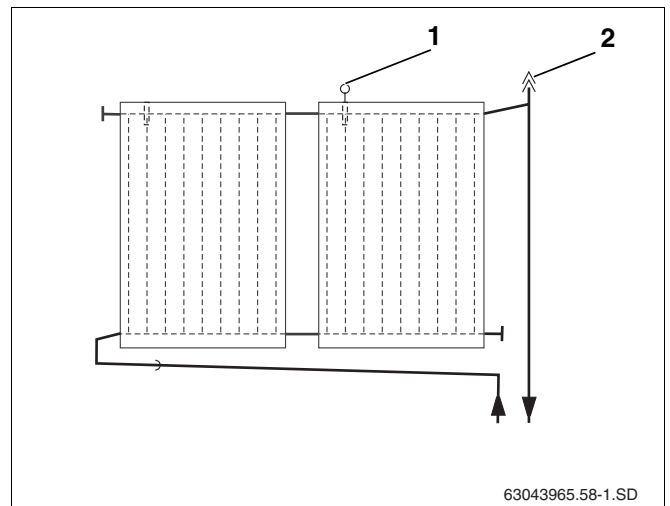

Fig. 58 Imagem câmara de ar com dispositivo de purga para ligação de impulsão
Quando pretender purgar a instalação solar com o dispositivo de purga automática (acessório) na parte mais alta da instalação, deve instalar a tubagem de impulsão com uma inclinação em relação à purga (fig. 58, **item 2**) e a tubagem de retorno com uma inclinação em relação ao campo de colectores (fig. 58).